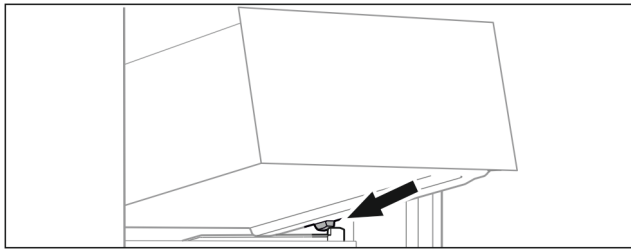

Fig. 69
- Schubfach schräg hinter den Stoppern auf Behälterrippe aufsetzen. (siehe Fig. 69)